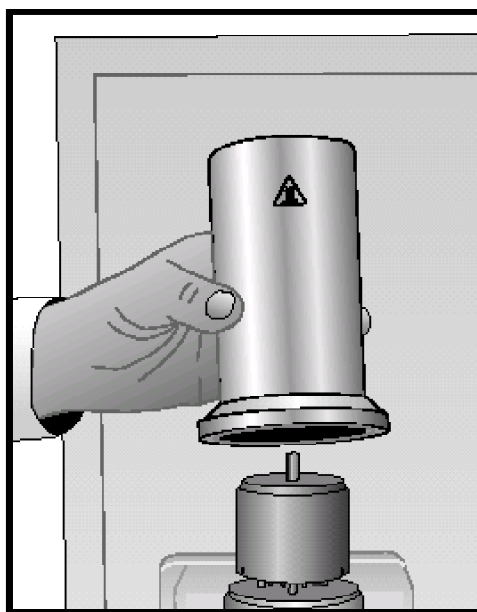
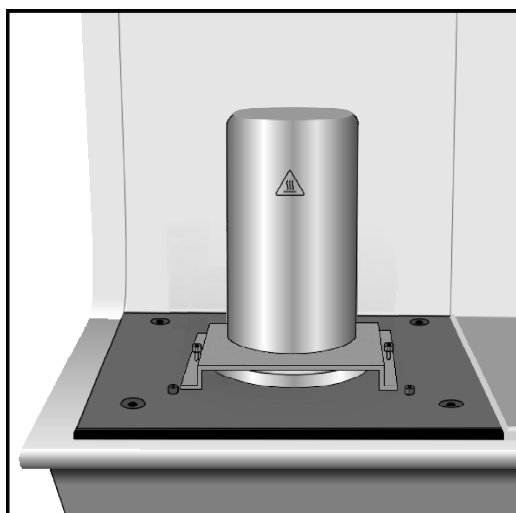
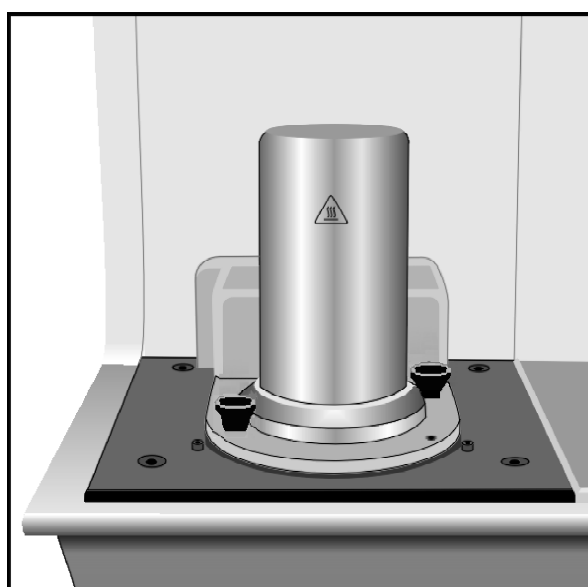

图 6
图 7
图 8
- b. 如果没有使用热交换器：在炉子上方安装金属钟罩。然后，为仪器安装相应的安全设备：DSC 2010 的固定支架（见图 7）或 DSC 2920 的固定旋钮（见图 8）。这将确保金属钟罩将提供需要的外壳。
DSC 2XXX Series 仪器：在使用高容量坩埚运行任何实验或进行校准时，必须使用所提供的安全设备（如第 26 至 28 页中的图 6 至 9 所示）。
在使用未装有热交换器的 DSC 时，必须在 DSC 2920、2910 或 2010 仪器上安装金属钟罩（如图 6 所示），然后使用固定支架（2010）或固定旋钮（2910 和 2920）使其牢固。请参见图 7 和 8。